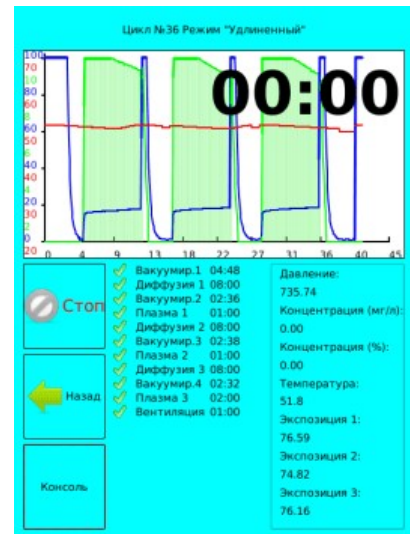

Рис.12
11.2.12 Для просмотра графиков и параметров проведенного цикла, отображенных на экране, нажать клавишу «Заккрыть». После чего экран перейдет к виду (Рисунок 12).